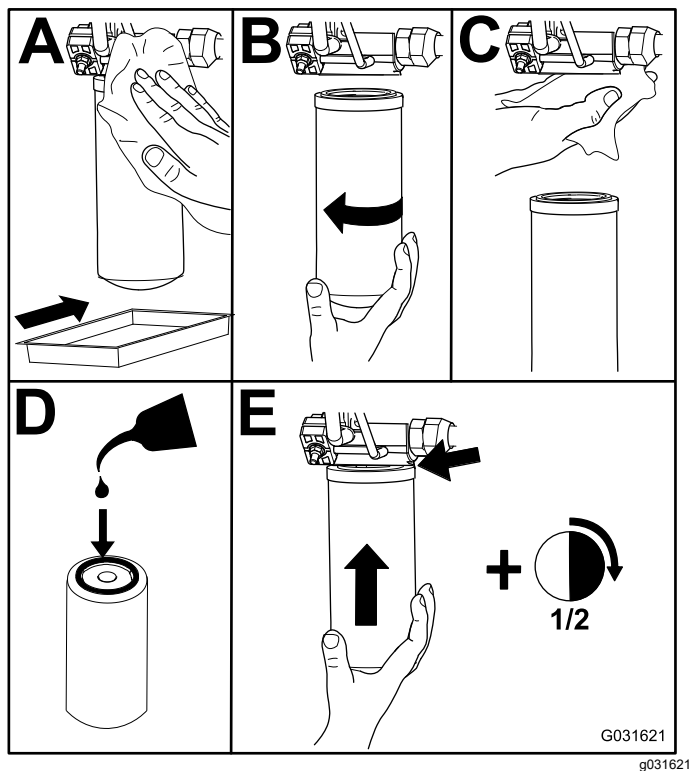

Figura 81
2. Cambie los filtros hidráulicos (Figura 81).